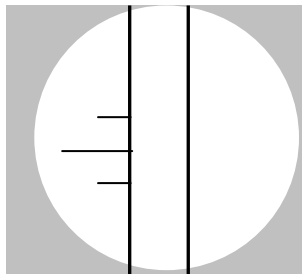

图 5-8 目镜内的两条细线非常清晰
2. 旋转眼罩，直至目镜内的两条细线都非常清晰。见图 5-8。